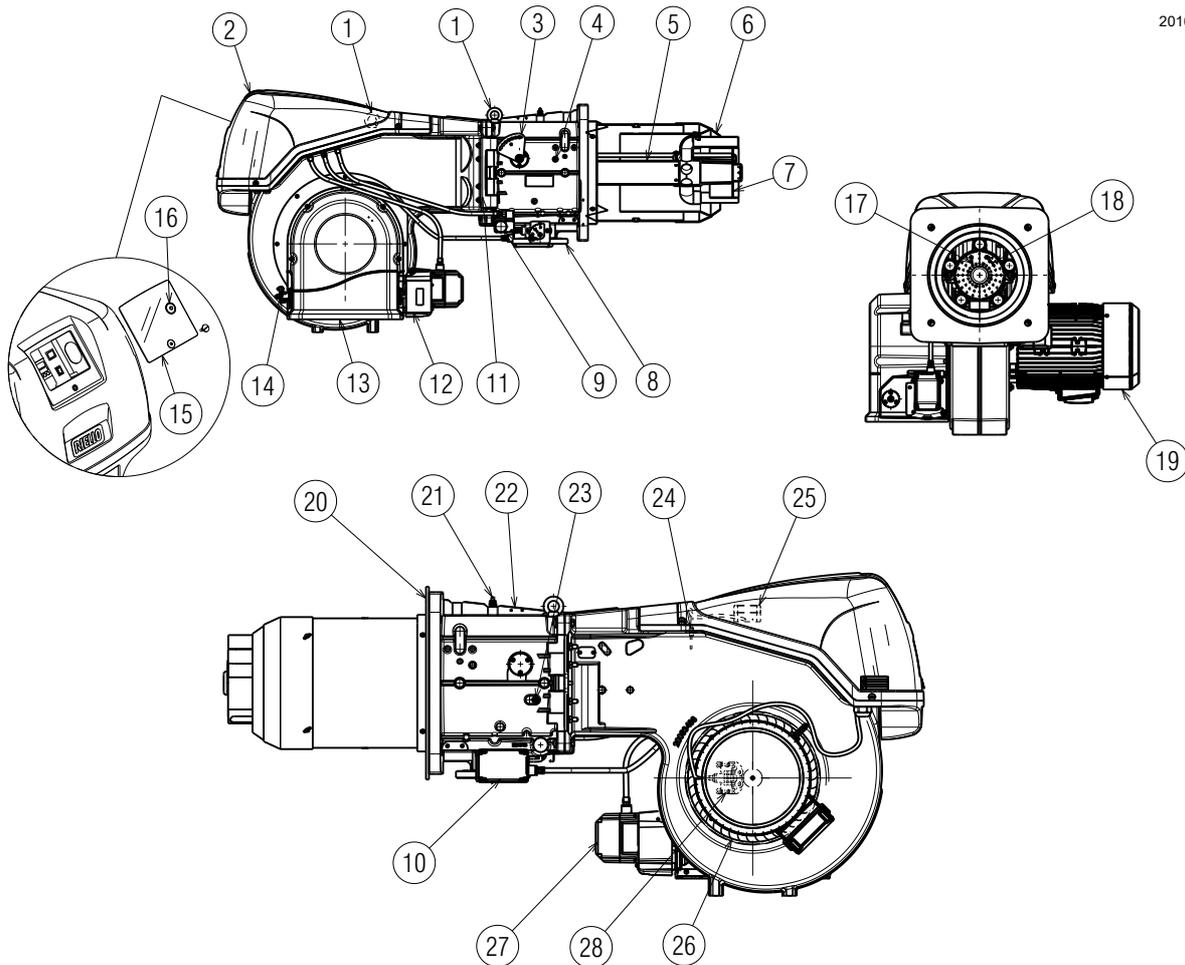

Abb. 4
(1) Bezugsbedingungen: Raumtemperatur 20 °C - Gastemperatur 15 °C - Barometrischer Druck 1013 mbar - Höhe 0 m ü.d.M.
(2) Druck am Anschluss 21)(Abb. 4 auf Seite 11) bei Druck Null in Brennkammer und bei maximaler Brennerleistung.
(3) Schalldruck, im Verbrennungslabor des Herstellers bei laufendem Brenner am Prüfkessel, bei maximaler Leistung gemessen.